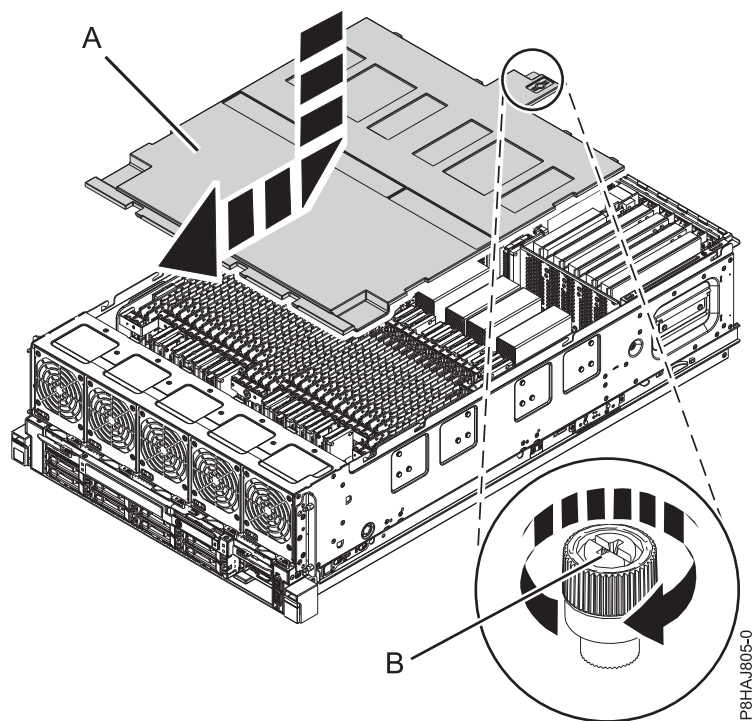

図 21. 安全カバーの再取り付け
2. 安全カバー (A) をシャーシ方向へ押します。
3. つまみねじ (B) を、51 ページの図 21 に示されている方向に回転させて締めて、安全カバーをシャーシに固定します。